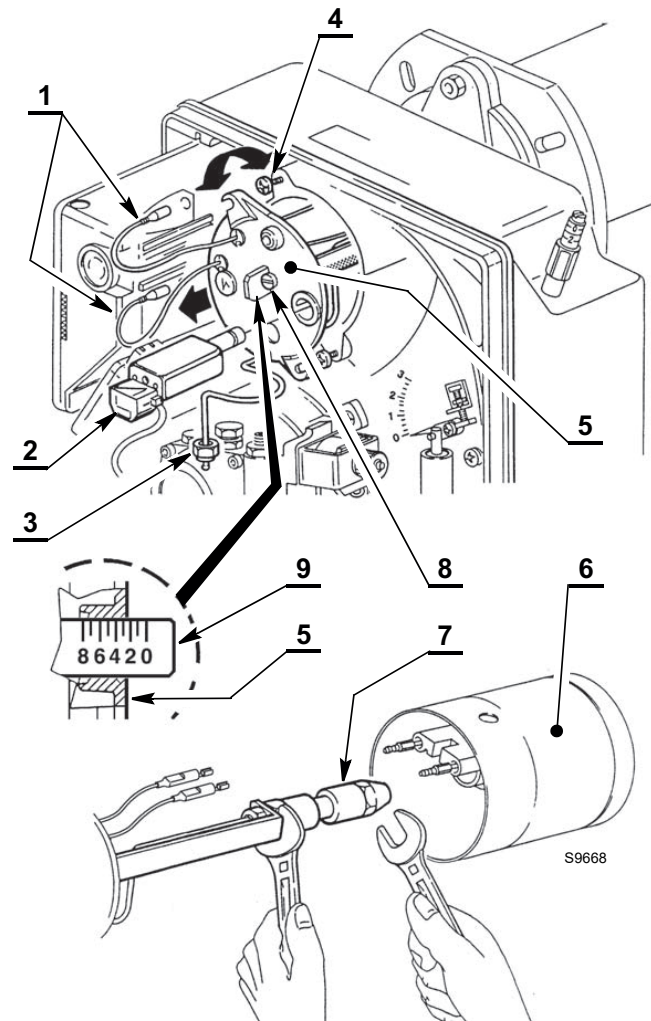

Abb. 16
Für den Zugriff auf die Düse sind folgende Arbeiten erforderlich (Abb. 16):
- die Kabel 1) vom Steuergerät und Flammenfühler 2)(Abb. 16) abziehen und die Mutter 3) von der Pumpe abschrauben.
- Die Düse 7)(Abb. 16) auswechseln während der Düsenstock mit einem Schlüssel festgehalten wird.